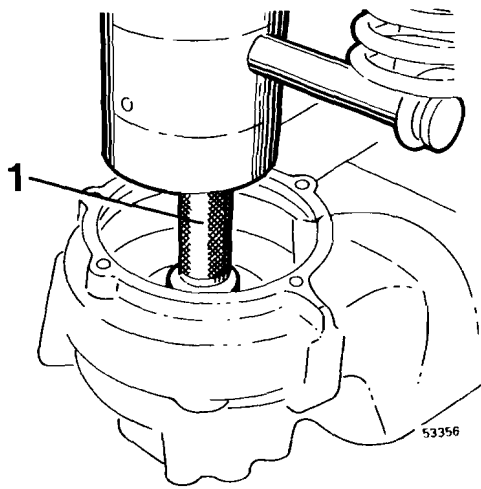

Fig. 246
- 14 Untar con sellador, que no se endurezca el exterior del retén de la rueda de álabes e introducir el retén en el cuerpo de la bomba según la fig. 246.